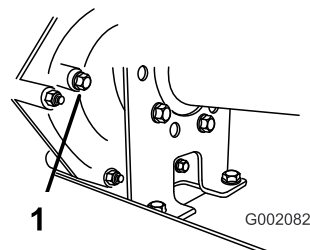

Figure 49
2. Enlevez le boulon de l'orifice de l'indicateur de niveau (Figure 49).